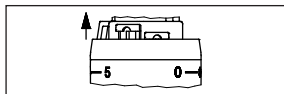

Fig. 6
1. Deslice los clips limitadores fuera de la "posición de guardado" (entre las posiciones "5" y "0"), fig. 6 con una herramienta adecuada o pin.